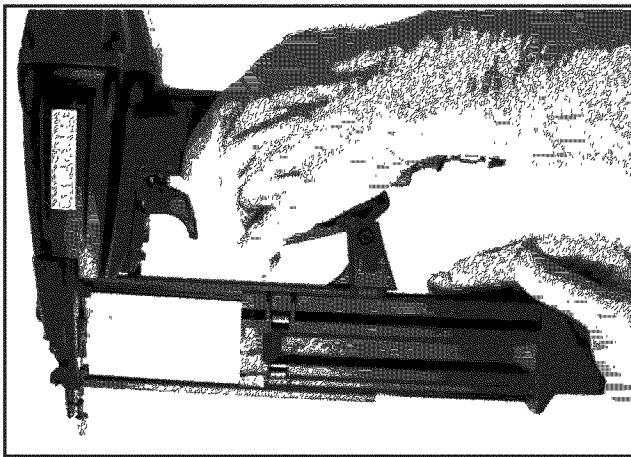

Figura 6- Cierre el depósito alimentador
- Deslice la cubierta del depósito alimentador hacia adelante hasta que el pestillo se abra en su lugar, así bloqueando la cubierta del depósito alimentador (Ver la figura 6)